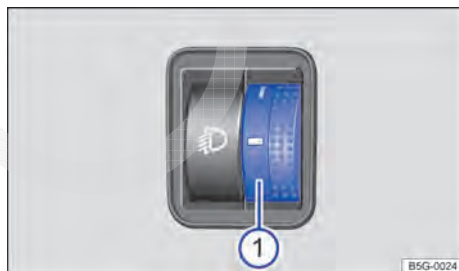

Fig. 97 Ao lado do volante: Regulador para a regulagem do alcance do farol ①.
A regulagem de alcance do farol → Fig. 97 ① ajusta os feixes de luz do farol dianteiro gradativamente à condição de carga do veículo, de acordo com o valor regulado. Com isso, o condutor tem as melhores condições possíveis de visibilidade e o contrafluxo não é ofuscado → ⚠️.